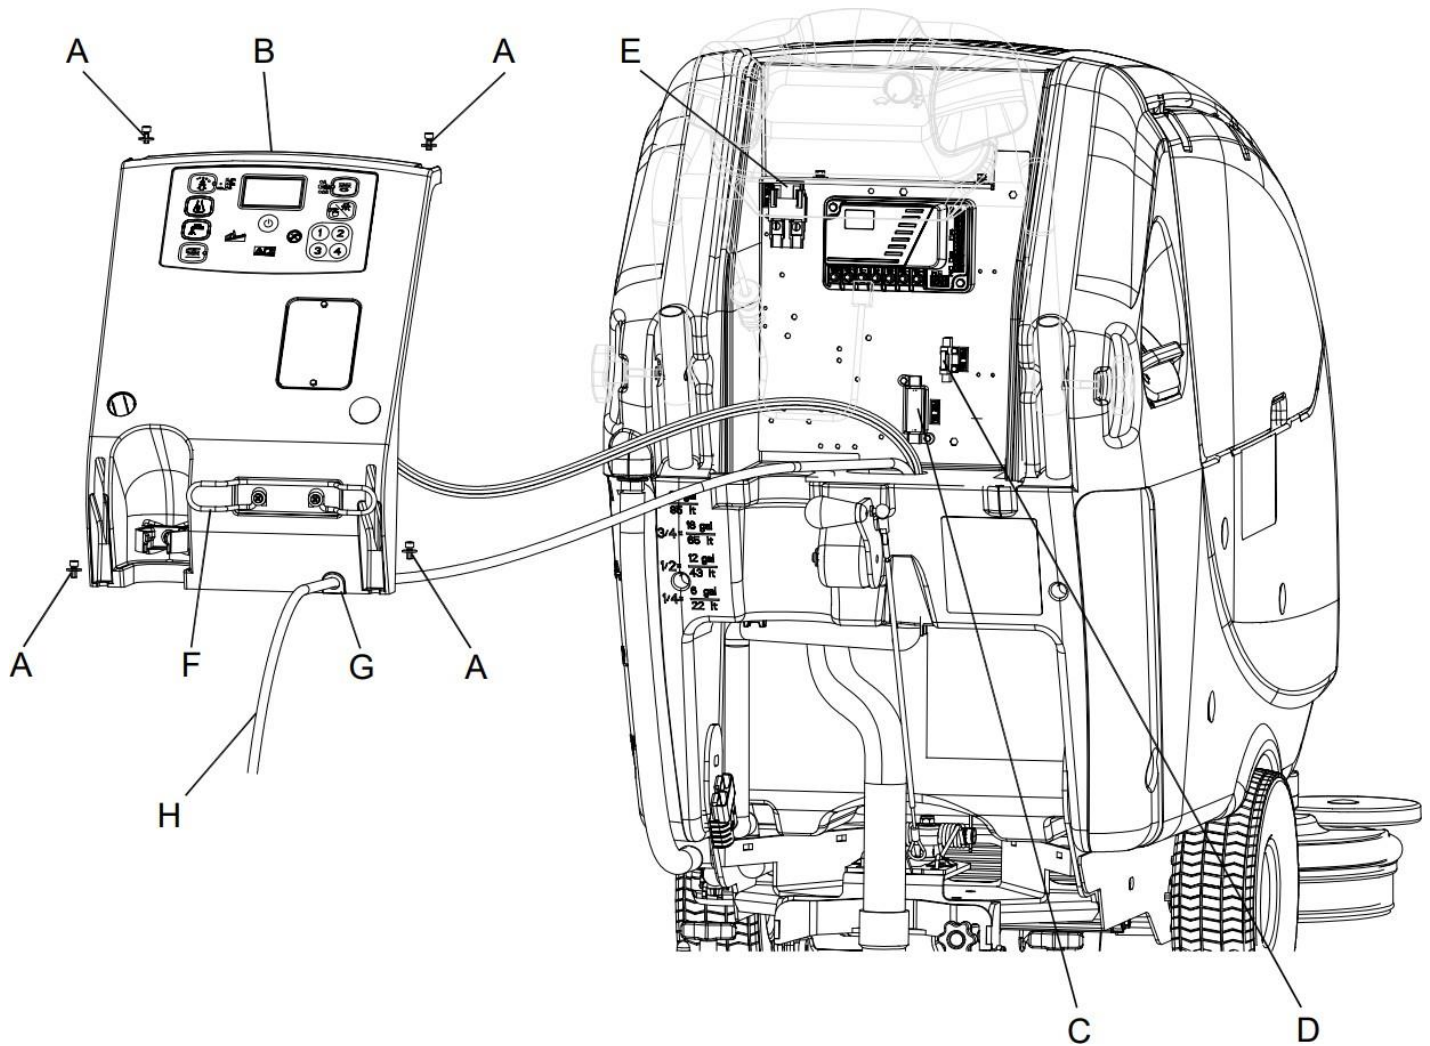

Abb. 15
1. Den Stecker (12) der Batterien trennen.
2. Das Ablassrohr des Sammelwassers (16) versetzen.
3. Falls erforderlich, das Ladegerätkabel (H, Abb. 15) vom Halter (F) abnehmen.
4. Die Schrauben (A) entfernen und vorsichtig die Platte (B) verschieben, indem die Durchführung (G) aus dem Sitz der Platte (B) genommen wird.